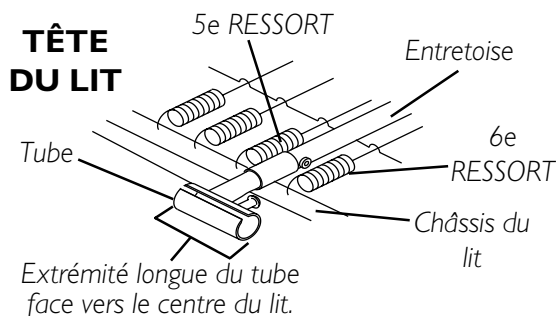

FIGURE 1 - INSTALLER LES ENTRETOISES-TUBES
INSTALLER LES ENTRETOISES (FIGURES 1 ET 2)
2. Placer le lit en position allongée et placer une (1) entretoise entre les 5e et 6e ressorts du côté de la tête de lit du châssis tel qu'illustré à la FIGURE 1.
3. Tout en tenant une (1) des extrémités de l'entretoise, tourner les tubes de façon à ce que les boutons à piston soient sur le dessus tel qu'indiqué à la FIGURE 1.
NOTE: S'assurer que l'extrémité longue du tube fait face au centre du lit avec la décalcomanie au centre tel qu'illustré à la FIGURE 1. Si l'extrémité longue fait face à l'autre côté, tourner l'entretoise de 180°.